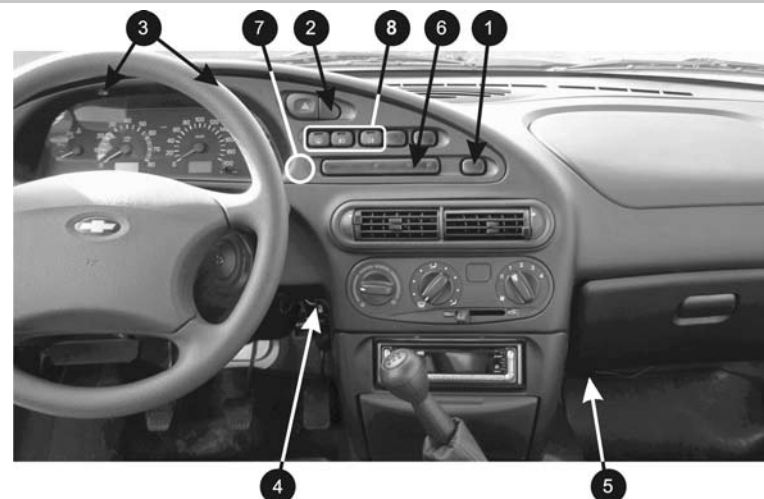

Рис. 2 Вид на панель приборов
3.1 Извлеките БКЛ (поз. 6, **Рис.2**) из панели приборов и отсоедините его разъём. В дальнейшей эксплуатации автомобиля БКЛ не понадобится, поэтому его можно убрать в комплект запчастей.
а. Извлеките декоративные заглушки (поз. 1, **Рис.2**) и (поз. 2, **Рис.2**).
в. Выверните 2 самонарезающих винта (поз. 3, **Рис.2**), расположенных вертикально над комбинацией приборов.
г. Аккуратно извлеките щиток панели приборов, начиная с правого угла (слева находится направляющая в виде “язычка”, а в районе поз. 7 (см. **Рис.2**) с обратной стороны щитка панели приборов находится “защёлка”).
- 3.7** Выполните для **белого с красной** полосой провода "габаритные огни" из жгута БК "подключение в разрыв" к любому **белому** проводу в контактной колодке любой кнопки (поз. 8, **Рис.2**), а именно, кнопки выключателя обогрева заднего стекла, кнопки выключателя передних противотуманных фар или выключателя задних противотуманных огней (справа от комбинации приборов).
а. Протяните **красный** провод "РЕЛЕ вентилятора" из жгута БК от панели приборов за консолью панели приборов (за "бородой") вправо к блоку реле, находящемуся под ящиком для перчаток (под "бардачком") (поз. 5, **Рис.2**).